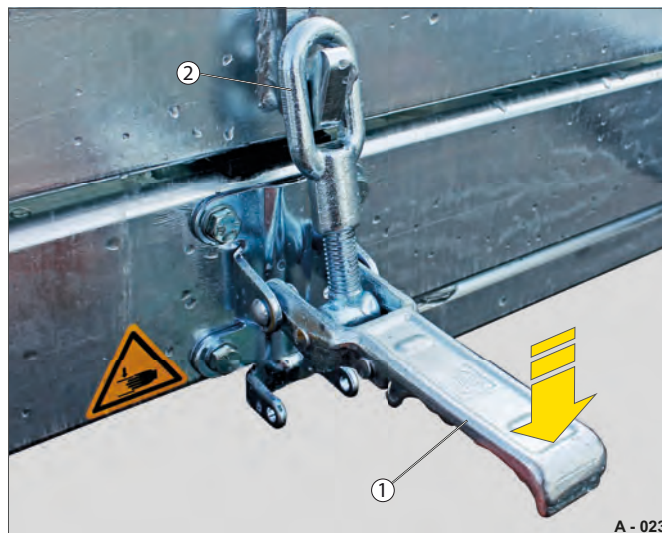

Fig. 14 Anbringelse af øjet
- ▶ Tryk med flad hånd lukkehåndtaget (Fig. 14 /1) helt nedad, indtil sikringen låser fast af sig selv.